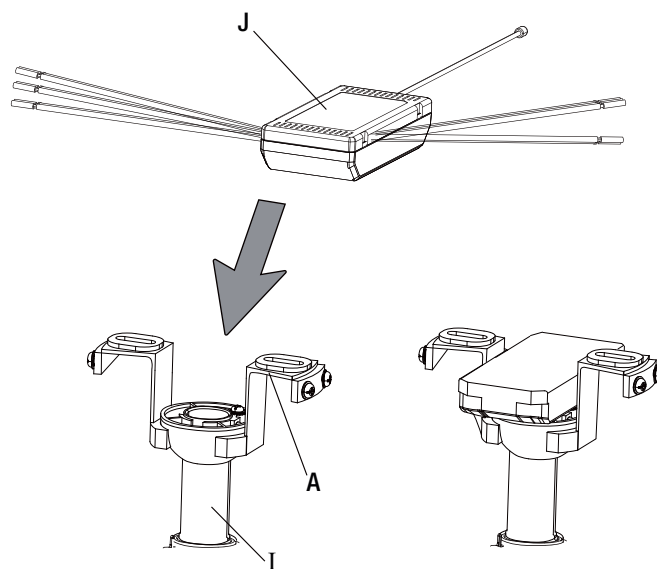

Figura 9
- Posicione los cables de alimentación de la casa hacia un lado del soporte de montaje (A), y posicione los cables del ventilador hacia el lado opuesto.
- Inserte el extremo angosto del receptor (J) (Figura 9, con el lado plano hacia el techo) en el soporte de montaje (A) hasta que descance en la parte superior del conjunto de la bola/varilla de extensión (I).